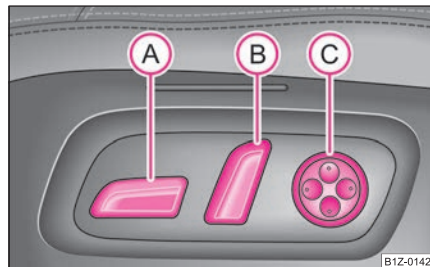

Fig. 60 Vista lateral:
- Desplace el interruptor ① o ② ⇒ fig. 60 hasta la posición de ajuste deseada.
- A fin de aumentar la convexidad del apoyo lumbar, pulse el conmutador ③ delante ⇒ fig. 60.
- A fin de reducir la convexidad del apoyo lumbar, pulsar el conmutador ③ detrás.
- A fin de posicionar más alta la convexidad del apoyo lumbar, pulsar el conmutador ③ arriba.
- A fin de posicionar más baja la convexidad del apoyo lumbar, pulsar el conmutador ③ abajo.